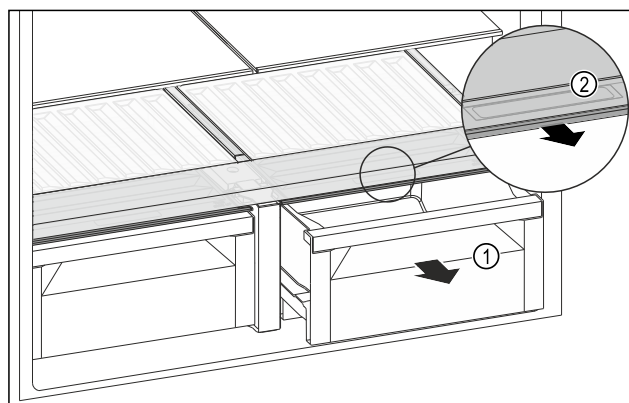

Fig. 132
- Retirer le tiroir *Fig. 132 (1)*.
- Saisir la poignée encastrée *Fig. 132 (2)* du couvercle du compartiment et tirer le couvercle du compartiment par l'avant.